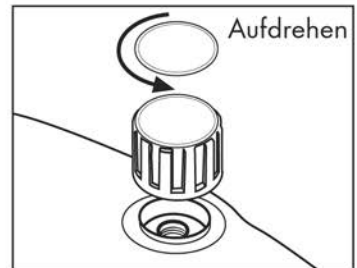

Abb. 16
Dazu den Schalter (11) für den Heizkessel ausschalten, den Dampf durch Drücken des Druckknopfes (18) am Handgriff ablassen und den Hauptschalter (10) ausschalten. Nachdem der Heizkessel abgekühlt ist, den Stecker aus der Steckdose ziehen und den Einfüllstopfen langsam aufdrehen (**Abb. 16**).